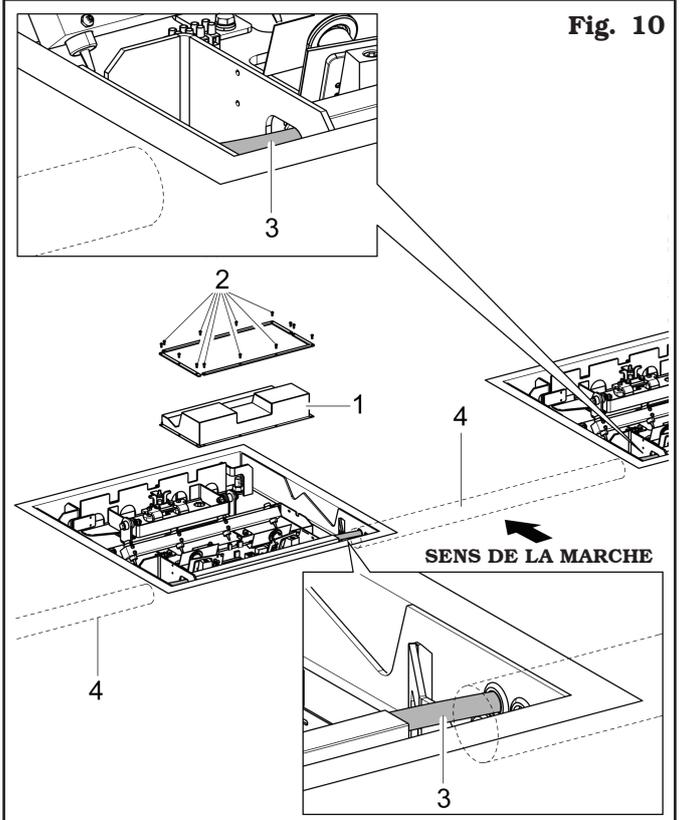

Fig. 10
3. Démontez la cage de protection (**Fig. 10 réf. 1**).
6. Après avoir branché les câbles selon les descriptions précédentes, remonte la cage de protection (**Fig. 10 réf. 1**) en la fixant avec les 13 vis (**Fig. 10 réf. 2**), fournies en dotation.
7. Montez les câbles de réseau (**Fig. 10 réf. 3**) aux plateformes, en les faisant passer pour les tuyaux en PVC (**Fig. 10 réf. 4**) (ou en acier si positionnés dans de zones de transit des véhicules automobiles) préparés pendant les travaux de maçonnerie et les brancher au PC (pour les modèles BUWS101 - BUWS103 - BUWS101U - BUWS103U) ou au tableau électrique (pour les modèles BUWS102 - BUWS102U).